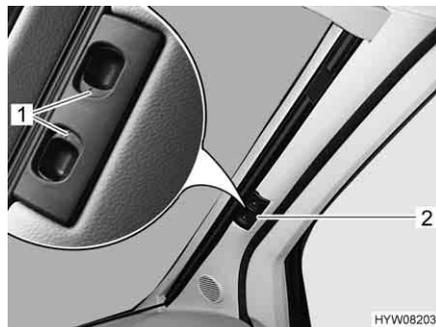

Bild 75 Faltschirm für die Frontscheibe
- Entriegelungsgriffe (Bild 75,1) zusammendrücken und gedrückt halten.
- Die Faltschirm für die Frontscheibe am Griff (Bild 75,2) zur Fenstermitte hin ziehen.
- Die beiden Hälften der Faltschirm für die Frontscheibe am Griff (Bild 75,2) bis zum Anschlag nach außen schieben. Griff dabei auf die Höhe der Verriegelungsaussparung anheben.
- Entriegelungsgriffe (Bild 75,1) loslassen und einrasten lassen.